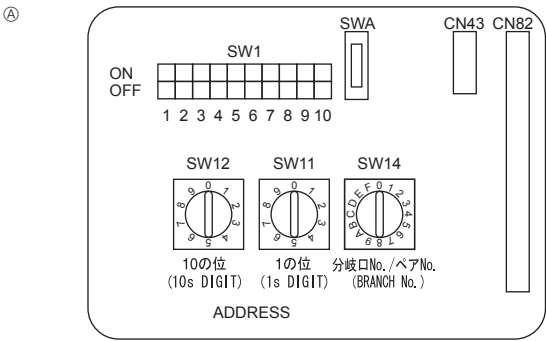

Fig. 6-4
6.6. Configuration des adresses (Fig. 6-4)
- ① Comment définir les adresses